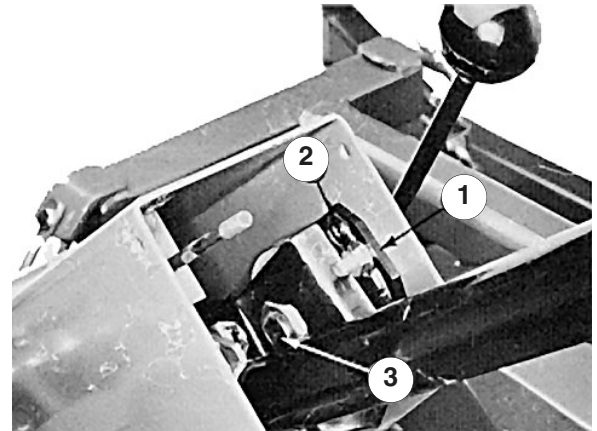

Figure 41
1. Retirez le bouton du frein de stationnement et les vis autotaraudeuses du couvercle de la colonne de direction. Faites coulisser le couvercle en haut de l'arbre de direction pour exposer le support de pivot (Fig. 41).
2. Desserrez le petit écrou et tournez le support de pivot jusqu'à ce qu'il serre le gros écrou situé dessous (Fig. 41). Resserrez le petit écrou.